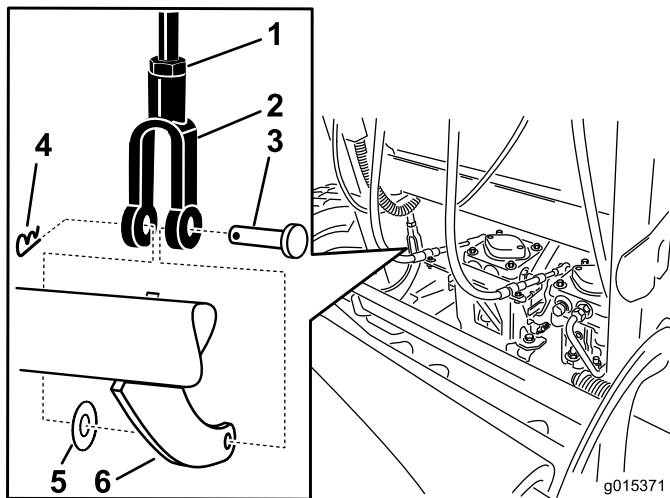

Bild 64
5. Entfernen Sie zum Einstellen der Bremse den Splint und den Lastösenbolzen vom unteren Bremshebel und dem Joch (Bild 64).
6. Lösen Sie dann die Klemmmutter (Bild 64).
7. Drehen Sie das Joch. Drehen Sie das Joch nach oben, um den Bremswiderstand zu erhöhen. Drehen Sie das Joch nach unten, um den Bremswiderstand zu verringern (Bild 64).
8. Befestigen Sie das Joch mit dem Splint und dem Lastösenbolzen am unteren Bremshebel (Bild 64).
9. Ziehen Sie dann die Klemmmutter fest (Bild 64).